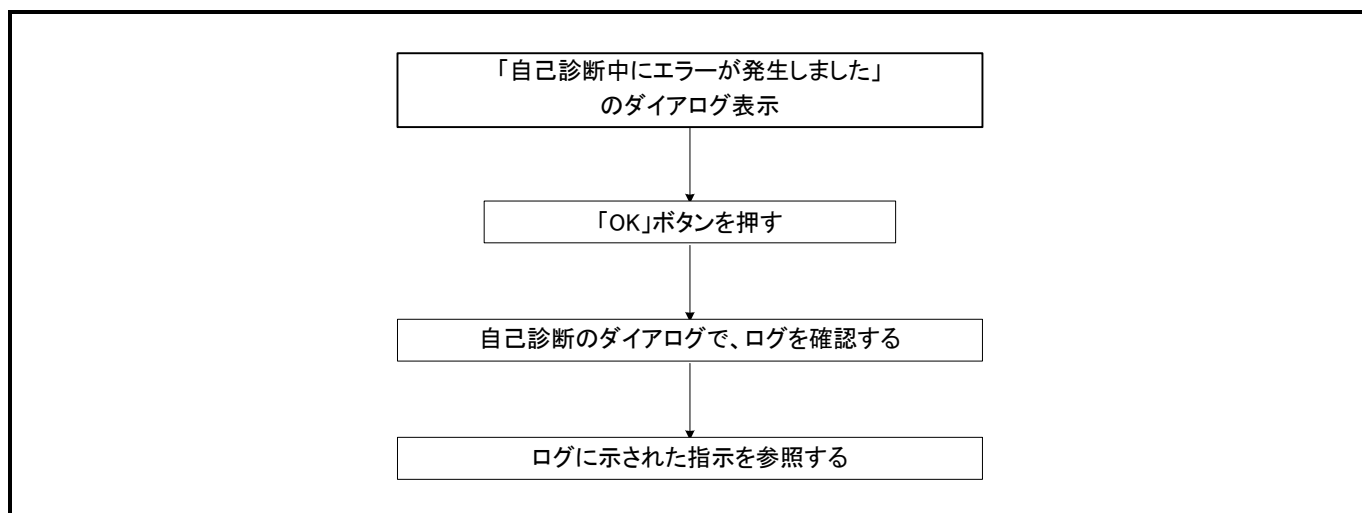

図 6.2 自己診断エラー時の確認フロー
- ① E100エミュレータ本体とMCU Unitの接続を再度ご確認ください。
- ② 正しいファームウェアを再度ダウンロードしてください。
- ③ デバッガソフトの自己診断エラー時のログを確認いただき、ログに示された指示をご参照ください。(図 6.2 参照)